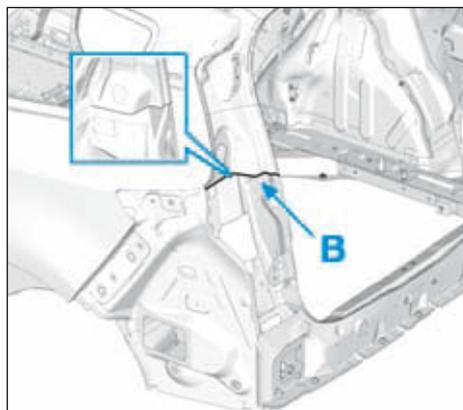

FIG.145
- Respecter la ligne de coupe (B) (Fig.145).